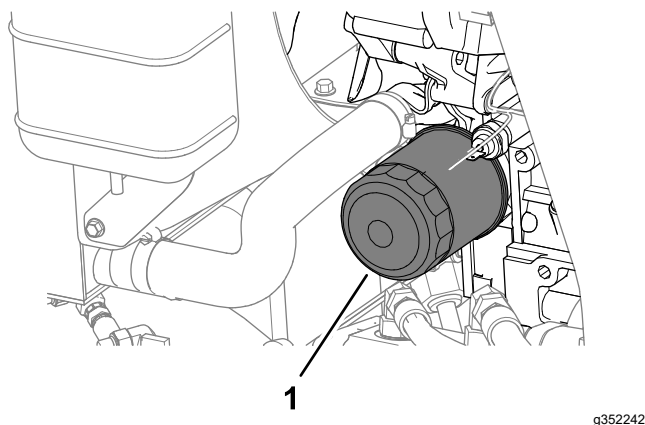

Bild 69
4. Entfernen Sie den Ölfilter (Bild 69).